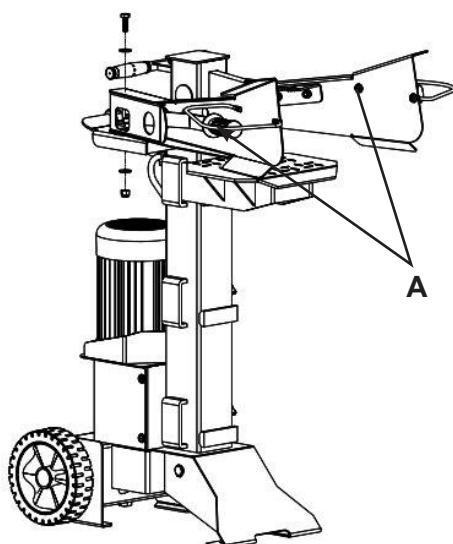
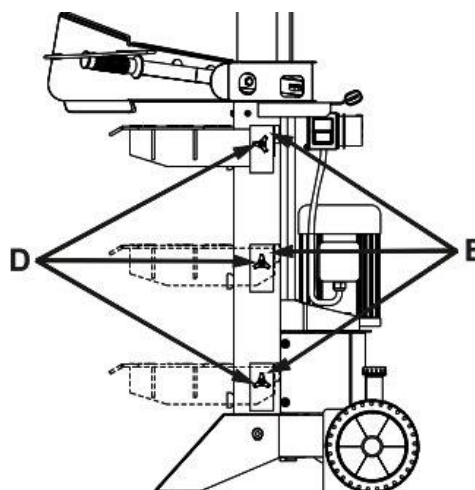

Рис.3
Рис.4
3.Подсоедините рычаги управления (А) Рис.3. 4. Установите кронштейны (Е) и закрепите их болтами (D) Рис.4